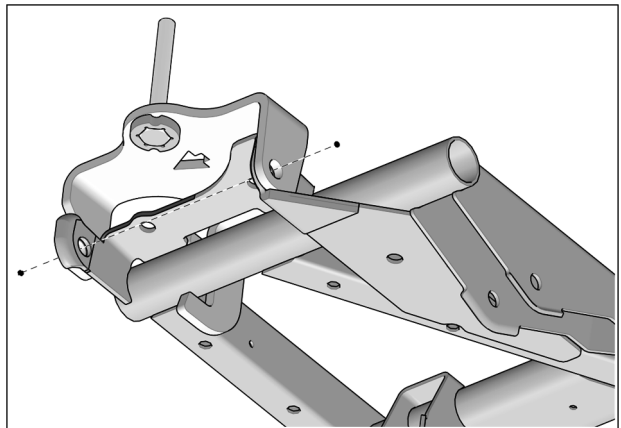

Fig. 8
7. Aligner les trous de l'ancrage aux trous existants dans le bras de suspension. Voir la Fig. 8